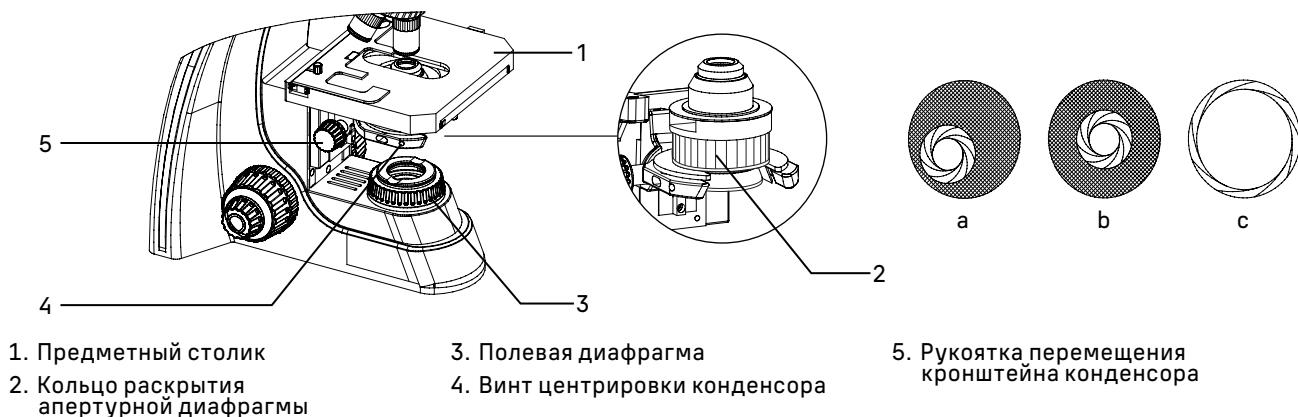

Рис. 11. Центрировка конденсора
- Наблюдая в окуляры, прикройте полевую **3** и апертурную диафрагму **2** так, чтобы была освещена только центральная часть поля зрения – рис. 11а.
- Приведите изображение в центр поля зрения окуляра с помощью центрировочных винтов конденсора **4** – рис. 11б.
- Раскройте полевую диафрагму **3** немного больше, чем размер поля зрения – рис. 11с. Может потребоваться дополнительная центрировка.